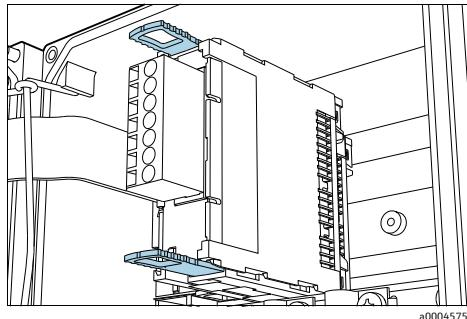

图 4: 拆卸模块: 拆卸辅助设备
3. 拔出模块上的两个可拆卸辅助件 (→ 图 4) 直到止挡位置。